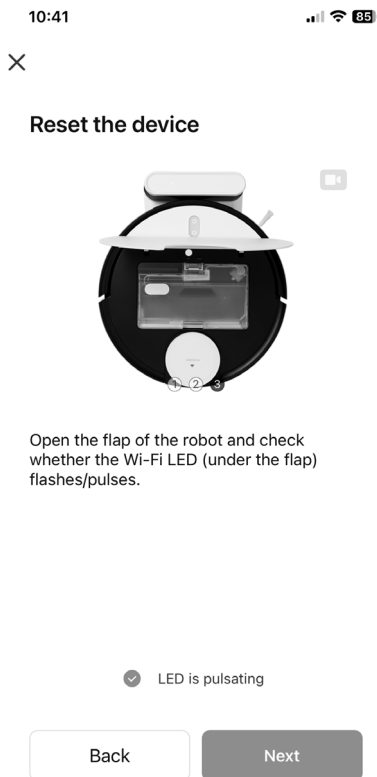

Fig. 5
- ▶ Cuando el LED parpadee visiblemente, pulse el botón **LED IS PULSATING** (fig 5).